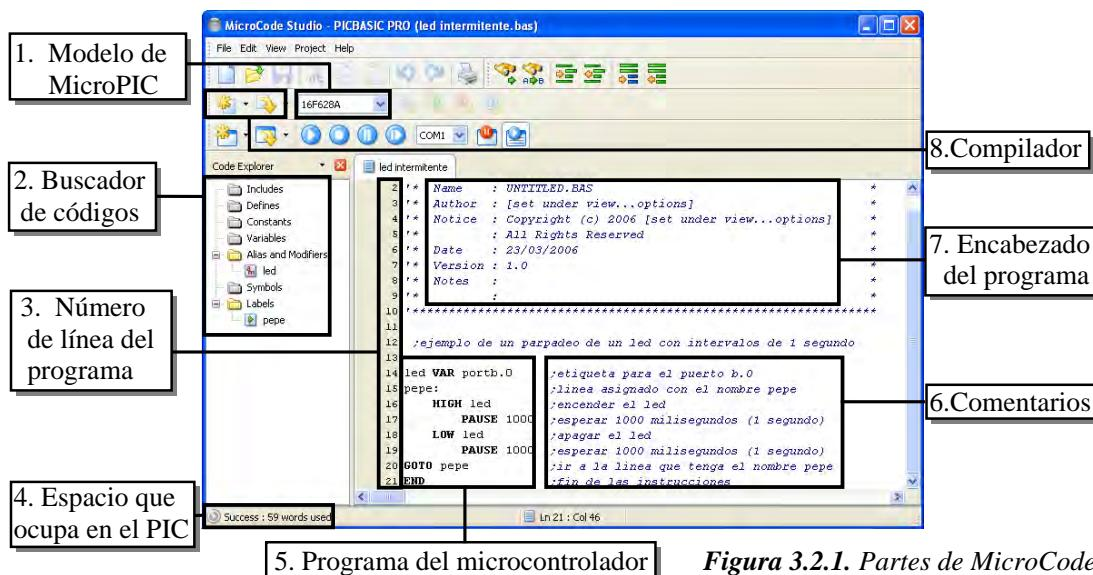

Figura 3.2.1. Partes de MicroCode
Microcode Studio es un Entorno de desarrollo Integrado (IDE), diseñado exclusivamente para facilitar la programación de los microcontroladores PIC, los procedimientos para programar son muy sencillos, primero seleccione el modelo del PIC 16F628A, 16F877A, etc.(1), escriba el programa y guárdelo bajo un nombre, en este caso como **led intermitente** y por último presione el botón compilar (8), si el programa está bien escrito y sin fallas compilará y mostrará en la parte inferior izquierda el espacio que requiere en el PIC (4), enseguida se crearán automáticamente 3 archivos: led intermitente.mac, led intermitente.asm y led intermitente.hex, este último es el más importante para el PIC y es el que se debe grabar en el microcontrolador. En la figura 3.2.1 se muestra las partes más importantes de la pantalla de MicroCode Studio.
A continuación se interpreta el significado de cada una de las líneas del programa de la figura 3.2.1, cuyo objetivo es hacer parpadear un led con intervalos de 1 segundo.